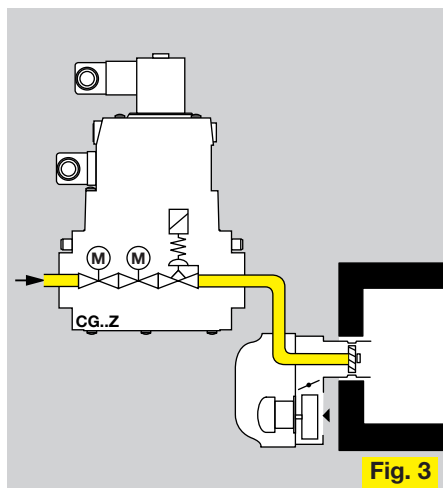

Fig. 3
- Fig.3 2-ступ. напорные горелки